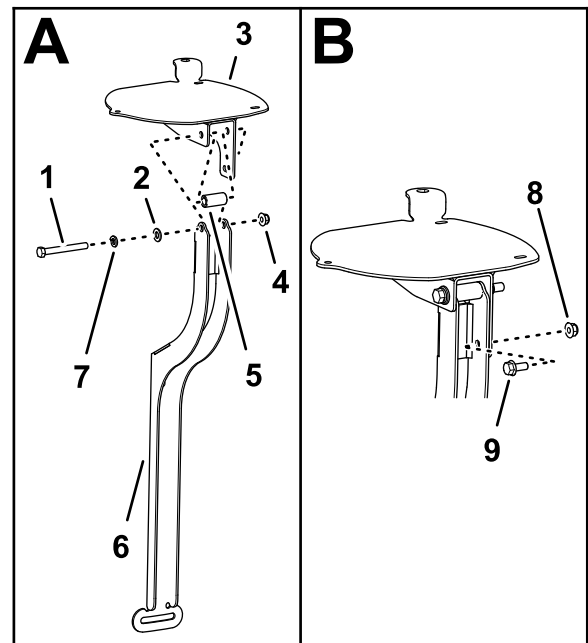

Figura 152
1. Alinhe os furos da placa do recetor de navegação, espaçador (3/8 pol. x 1 pol.) e montagem do recetor (Figura 152).
2. Monte a placa do recetor e espaçador na montagem com um parafuso (3/8 pol. x 3 1/4 pol.), anilha de bloqueio (3/8 pol.), anilha (3/8 pol. x 13/16 pol.) e porca de bloqueio flangeada (3/8 pol.) como se mostra na Figura 152.
3. Monte o parafuso de cabeça flangeada (5/16 pol. x 3/4 pol.) e a porca de bloqueio flangeada (5/16 pol.) através do furo mais pequeno na montagem do recetor e ranhura na placa do recetor (Figura 152).